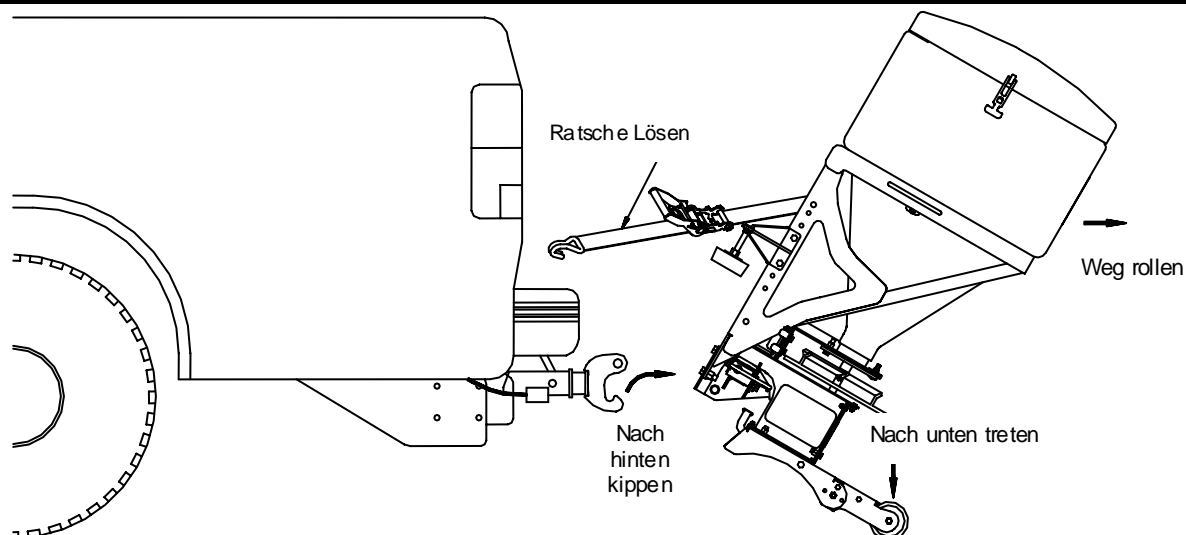

Bild 14. RT3 Aufnahme Abbau Anleitung
8. Halten Sie den Streuer fest, stellen sich auf das Fussteil und drehen den Streuer aus dem Unteren Zapfen. Siehe Bild 14.